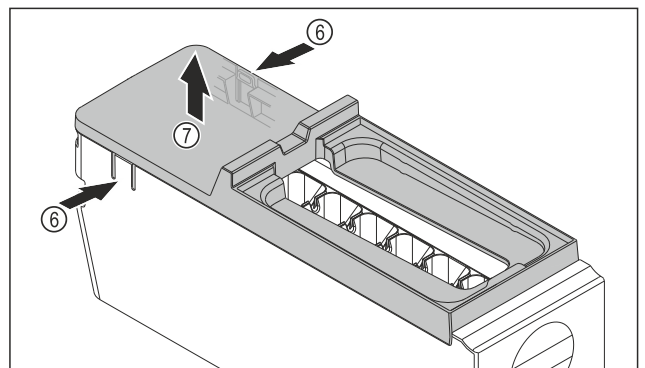

Fig. 137
- ▶ Vegye le az EasyTwist-Ice egység testének fedelét: Nyomja meg az egyik kezével a fület Fig. 137 (6) az EasyTwist-Ice egység testének mindkét oldalán.
- ▶ Vegye ki a fedelet Fig. 137 (7) a másik kezével felfelé.